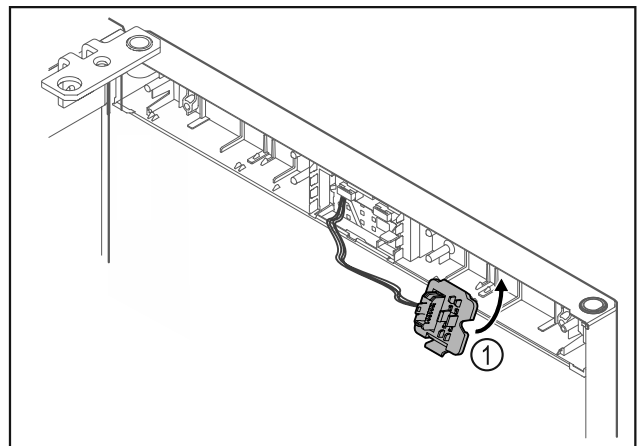

Fig. 21
- Accrocher le support de connecteur Fig. 21 (1) de l'autre côté.